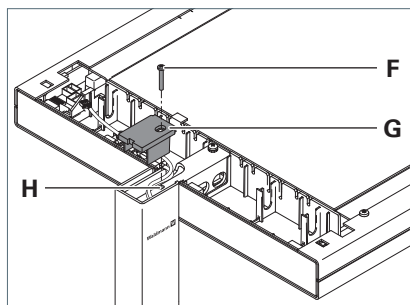

Fig. 3: Leuchtenkopf fixieren.
- ▶ Setzen Sie die Abdeckung **G** von oben auf den Tragarm, siehe Fig. 3.